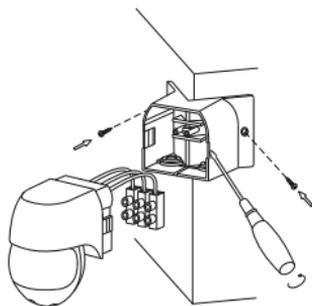

Рисунок 17 – Монтаж
- снять заднюю часть корпуса датчика, поддев её отвёрткой с прямым шлицем (рисунок 17). Крепление корпусных деталей датчика произведено на защёлках;